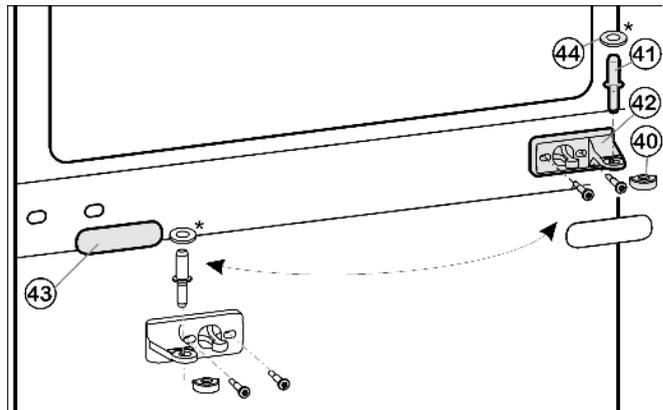

Fig. 13
- ▶ Вытащите из опорного кронштейна и нижней дверцы средний опорный палец Fig. 13 (41).
- ▶ Вытащите средний опорный палец Fig. 13 (41) с шайбой Fig. 13 (44) из опорного кронштейна и нижней дверцы.
- ▶ Пластмассовый колпачок Fig. 13 (40) снимите.
- ▶ Снимите средний опорный кронштейн Fig. 13 (42).
- ▶ Осторожно снимите накладку Fig. 13 (43).
- ▶ Открутите средний кронштейн Fig. 13 (42) и прикрутите его с поворотом на 180° на новую сторону шарнира с усилием мин. 4 Нм.
- ▶ Защелкните накладку Fig. 13 (43), повернув на 180°, на стороне, где теперь будет ручка.
- ▶ Снова наденьте пластмассовый колпачок Fig. 13 (40) на средний опорный кронштейн Fig. 13 (42).
- ▶ Вставьте средний опорный палец Fig. 13 (41) через средний опорный кронштейн Fig. 13 (42) в нижнюю дверцу.
- ▶ Установите шайбу Fig. 13 (44) на средний опорный палец Fig. 13 (41).